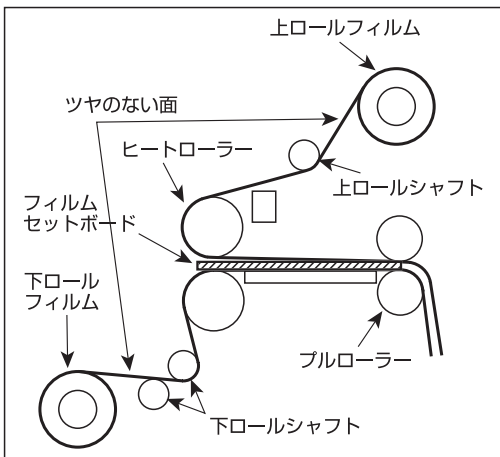

図2
4. フィルム位置を調整した後、最初に下ロールフィルムを図2のように、ヒートローラーからプルローラーの間に通してください。